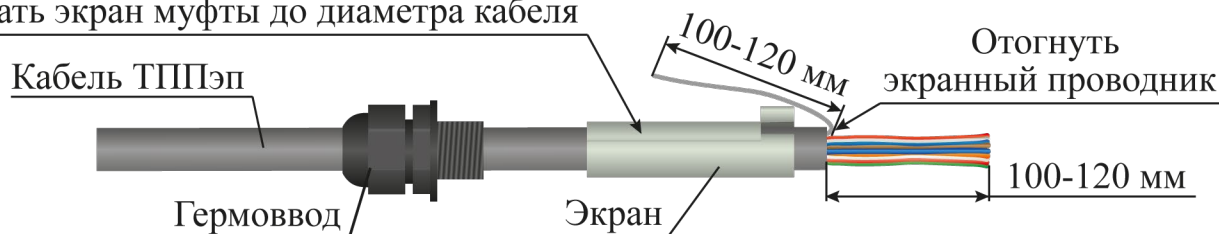

Рисунок 4.13
- надеть на оболочку одной части ремонтируемого кабеля в следующей последовательности: гермоввод, экран муфты соединительной (рисунок 4.13);
- снять оболочку со свободного конца кабеля ТППЭп (с кабеля ТППБЭп снять белую и черную оболочки) длиной 100 - 120 мм (рисунок 4.13);
- экранированный проводник отвести в сторону (рисунок 4.13);